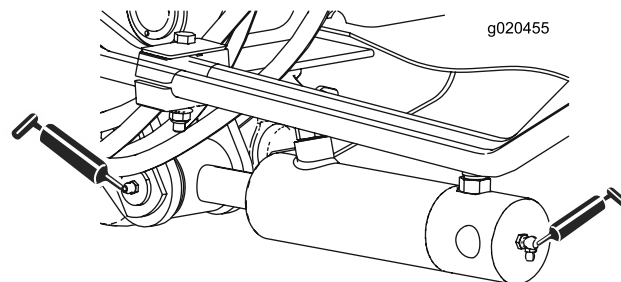

**Figura 64**
- Três rolamentos do eixo - localizados debaixo da polia (Figura 64)
- Casquilhos da articulação do braço intermédio (Figura 64)